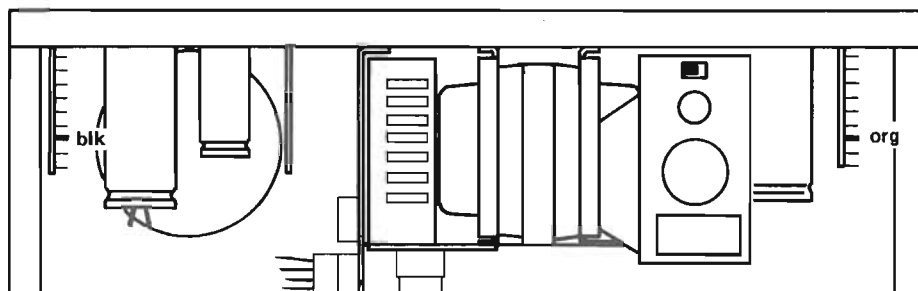

Fig. 5.2- 4
- Ein Universalinstrument (mindestens 20'000 Ohm/VDC an Testpunkt TP 1 auf der Capstansteuerung 1.067.234/235 anschließen (siehe Fig. 5.2. - 1).
- Connect multimeter (at least 20'000 Ohm / VDC to TP 1 on the capstan speed control board (see figure 5.2. - 1).
— Linke Bandzugwaage: Potentiometer R 3 (Fig. 5.2. - 2) so verstellen bis der Abstand a_1 von Oberkante der Tastenschiene bis zum Fühlerarm 46 mm beträgt.
— Rechte Bandzugwaage: Potentiometer R 3 (Fig. 5.2. - 3) so verstellen bis der Abstand a_2 von Oberkante der Tastenschiene bis zum Fühlerarm 50 mm beträgt.
— Left-hand tape tension sensor: Adjust potentiometer R 3 (fig. 5.2. - 2) to obtain a position of the guide roller so that distance " a_1 " equals 46 mm.
— Right-hand tape tension sensor: Adjust potentiometer R 3 (fig. 5.2. - 3) to obtain a position of the guide roller so that distance " a_2 " equals 50 mm.
— Palpeur gauche: régler le potentiomètre R 3 (Fig. 5.2. - 2) jusqu'à l'obtention d'un écart de 46 mm. Entre la partie supérieure du rail de guidage des touches et le palpeur.
— Palpeur droit: régler le potentiomètre R 3 (Fig. 5.2. - 3) jusqu'à l'obtention d'un écart de 50 mm. Entre la partie supérieure du rail de guidage des touches et le palpeur.
- Zwei-Kanal Oszilloskop anschliessen (Fig. 5.2. - 4):
- Connect double beam oscilloscope with channel 1 to pin 8 (orange wire, fig. 5.2. - 4) on the spooling motor control A 8 (supply side).
- Brancher un oscilloscope double trace (Fig. 5.2. - 4): 1er canal, sur le point 8 (fil orange) du print de régulation A 8 (débitteur), 2ème canal, sur le point 8 (fil noir) du print de régulation A 10 (récepteur).
– Im beleuchtetem Zustand muss am Punkt (A) (QP-END) eine Gleichspannung von 4,5 V sein (Fig. 5.2. – 5). Messung mit einem Universal-Instrument mit mind. 20.000 Ohm/VDC.
– Im Dunkelzustand (Foto-Transistor abgedeckt) sinkt die Spannung an der Basis des Transistors Q₁ auf 0 Volt (Punkt (B)).
– Auf Laufwerk-Steuerung 1.067.230 (1): Widerstand R 9 von 33 k verkleinern bis die Spannung am Punkt (B) unter 300 mV sinkt (Fig. 5.2. – 5).
– Auf Laufwerk-Steuerung 1.067.230 (1), (2): Am Potentiometer R 69 die Spannung am Punkt (B) unter 300 mV einstellen (Fig. 5.2. – 5).
– Under illumination, point (A) (QP-END) must carry a DC potential of 4,5 V (fig. 5.2. – 5). Voltage readings are to be taken with a multimeter of at least 20'000 Ohm/VDC.
– With illumination blocked off (dark condition) the voltage on the base of Q₁ (point (B)) will drop to 0 V.
– On tape transport control circuit 1.067.230 (1): reduce R9 from 33 kOhm until the voltage at point (B) drops to below 300 mV (fig. 5.2. – 5).
– On tape transport control circuits 1.067.230 (1) / (2): adjust potentiometer R69 until reaching a voltage of less than 300 mV at (B) (fig. 5.2. – 5).
– Lorsque la cellule est éclairée, vous mesurez au point (A) (QP-END) une tension continue de 4,5 V (Fig. 5.2. – 5). La mesure est effectuée avec un voltmètre universel de 20000 Ω /VDC.
– En état non éclairé (photo-transistor recouvert d'un capuchon), la tension mesurée sur la base du transistor Q₁ tombe à 0 volt (Point (B)).
– Sur le circuit de commande 1.067.230 (1): réduire la valeur de la résistance R 9 de 33 k jusqu'à ce que la valeur mesurée au point (B) atteigne 300 mV (Fig. 5.2. – 5).
– sur le circuit de commande 1.067.230 (1) / (2): régler la tension en dessous de 300 mV à l'aide du potentiomètre R 69 (point (B) Fig. 5.2. – 5).